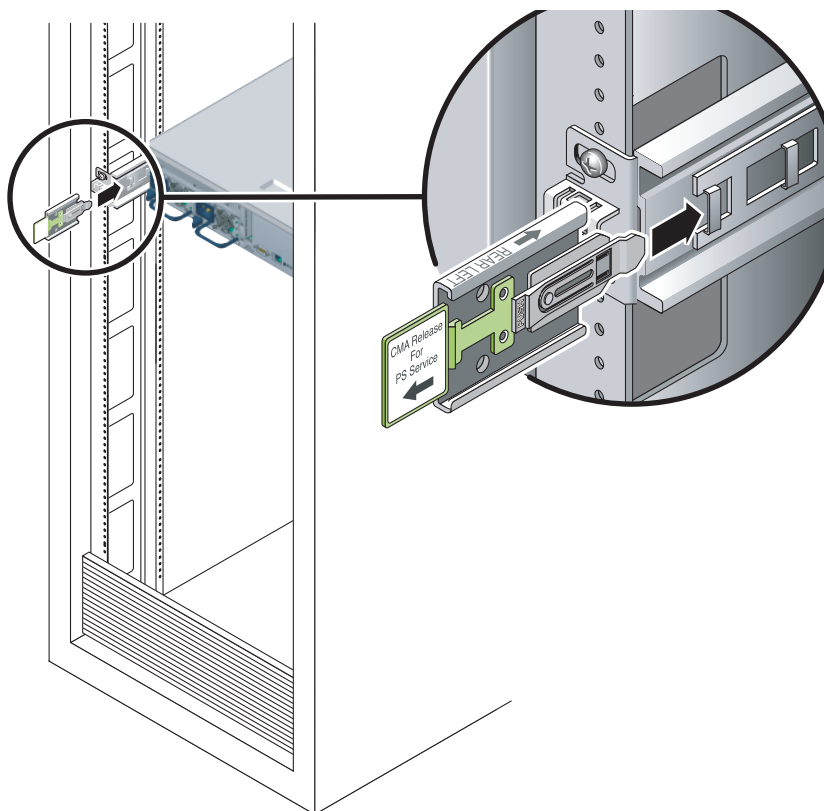

FIGURA 2-8 Inserimento dell'estensione CMA del binario nell'estremità della guida di sinistra
1. Nella parte posteriore del rack, inserire l'estensione CMA del binario nell'estremità sinistra del gruppo di scorrimento (FIGURA 2-8). La linguetta nella parte anteriore dell'estensione scatterà in posizione.